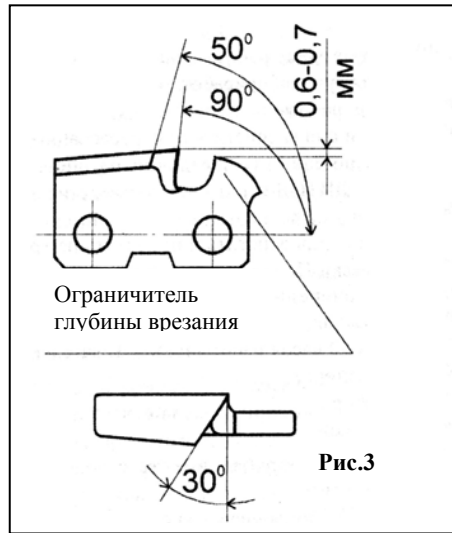

Рис.3
- рекомендуемые угловые параметры строгающих звеньев (резцов) и снижение ограничений глубины врезания приведены на рис. 3;